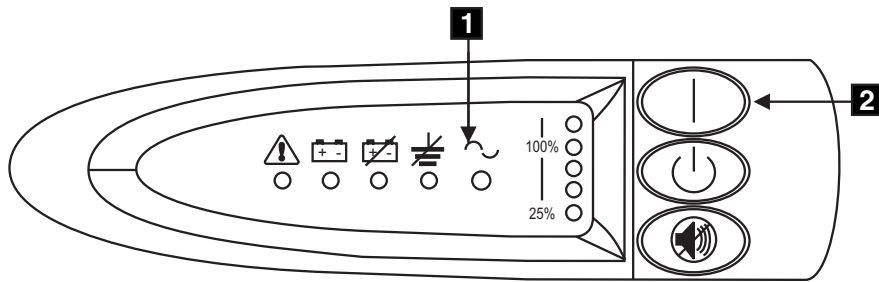

图 26. 不间断电源上的电源开关和指示灯
10. 当不间断电源运行自检时，不间断电源的所有前面板指示灯都会闪烁一小段时间。当测试完成时，方式指示灯 **1** 闪烁，它表示不间断电源处于待机方式（请参阅图 26）。
按住不间断电源的打开开关（图 26 中的 **2**），直到您听到不间断电源的蜂鸣声（大约一秒）。方式指示灯停止闪烁并且负载级别指示灯显示不间断电源提供的负载百分比。不间断电源现在处于正常方式并且正在给它的电池充电。